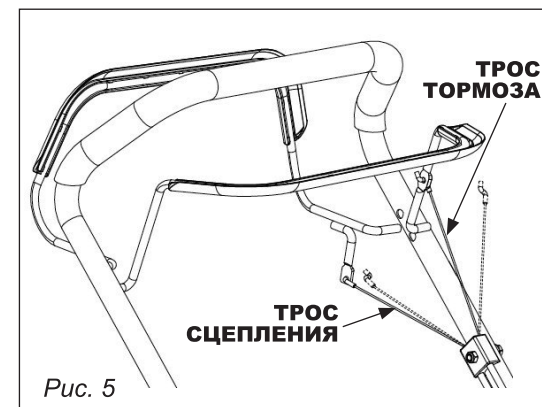

Рис. 5
4. Присоедините трос управления к рычагу (рис. 5) и закрепите тросы на рукоятках с помощью скоб фиксаторов.